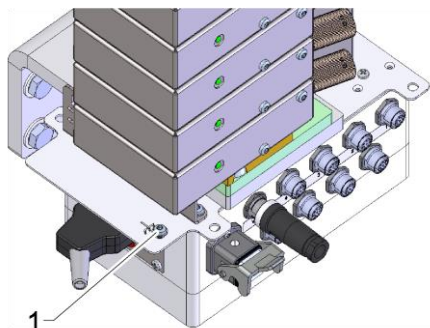

Рис. 20: Заземление
(точка подключения для заземления — см. (1) Рис. 20)